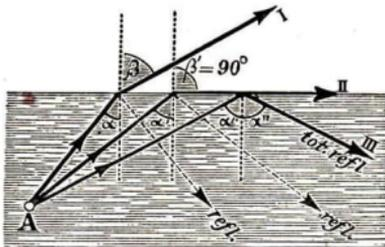

Abb. 239. Totale Reflexion
6. Totale Reflexion, Grenzwinkel. Erkläre Abb. 239!